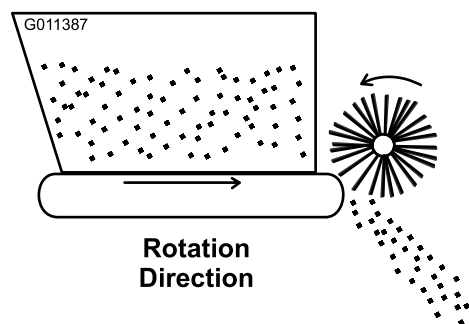

Figura 19
3. Mueva la palanca del sistema hidráulico remoto del vehículo a la posición de MARCHA. La cinta y el cepillo deben girar, tal y como se muestra en la Figura 19.